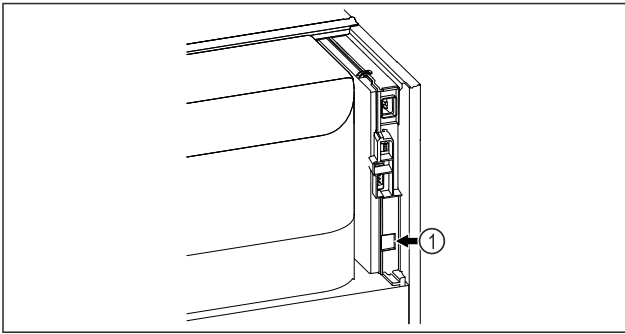

Fig. 83
- ❑ A SmartModule Fig. 83 (1) be van helyezve.